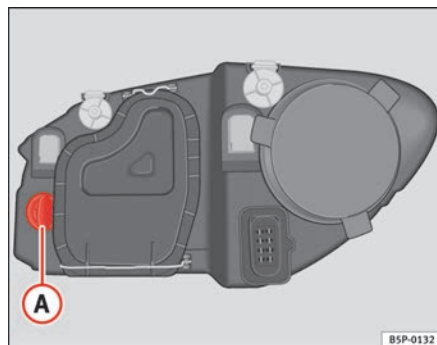

Fig. 186 Lámpara luz intermitente
- Gire el portalámparas ⇒ fig. 186 A a la izquierda y tirar.